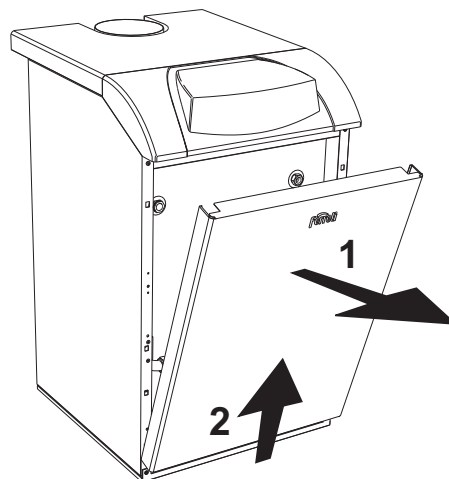

рис. 8 - Открытие лицевой панели
Для открытия передней панели котла следуйте указаниям, приведенным врис. 8.
- Снимите лицевую панель котла (рис. 8)